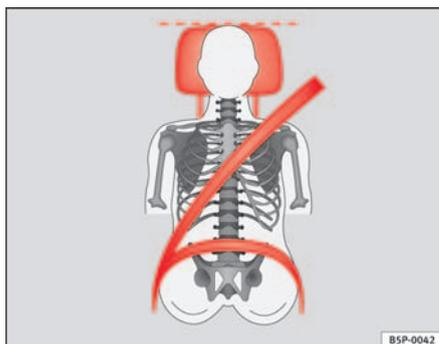

Fig. 13 Cintura di sicurezza e poggiatesta (visti da davanti) posizionati correttamente
- Il tratto superiore del nastro deve passare al centro della spalla, non sul collo! La cintura di sicurezza deve aderire bene alla parte superiore del corpo ⇒ fig. 13.